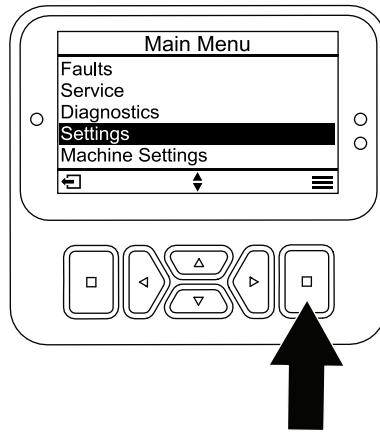

Figure 29
- Depuis le MENU PRINCIPAL, naviguez jusqu'au menu RÉGLAGES et appuyez sur le bouton de sélection (Figure 29).